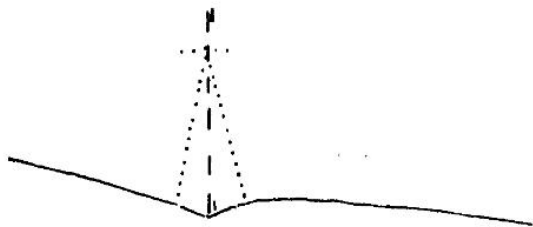

Рис. 277
* Прометайте вручную или на машине линии сгиба вытачек. Стежки должны продолжаться на 2,5 см дальше вершины (рис. 277).